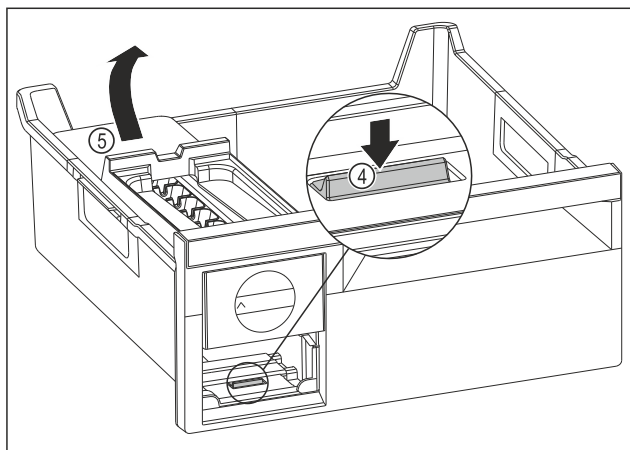

Fig. 131
- Estrarre il corpo dell'EasyTwist-Ice: Con un dito spingere la linguetta Fig. 131 (4) verso il basso e allo stesso tempo, con l'altra mano, sollevare il corpo dell' EasyTwist-Ice Fig. 131 (5) da dietro.